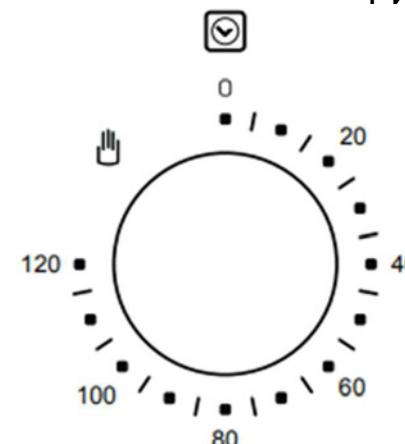

Рис. 1
1. Поверните регулятор таймера по часовой стрелке, выбрав необходимое время приготовления (Рис.1);